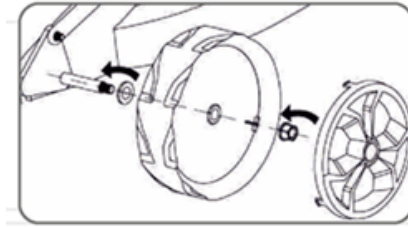

Рисунок 3. Схема встановлення транспортувальних коліс.
6. Встановити на передню та задню осі корпусу газонокосарки передні й задні колеса, зафіксувати колеса на осях за допомогою кріпильних виробів з комплекту виробу та закрити декоративними ковпаками (рис. 3). Переко-нати-ся в надійності фіксації коліс.